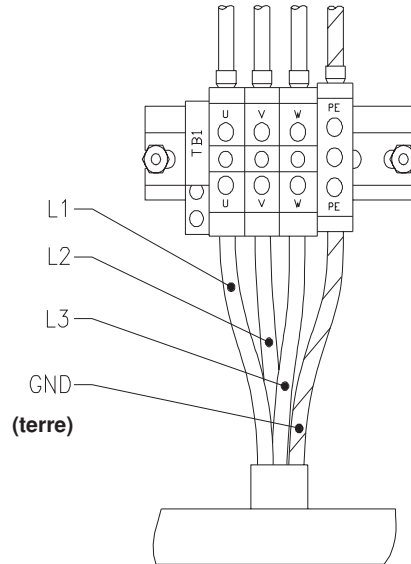

Figure a-3 Connexions du câble d'alimentation à TB1
4. Connecter les fils L1, L2 et L3 respectivement aux bornes U, V et W de TB1 (voir la fig. a-3).
5. Connecter le fil de terre à la borne PE en TB1 (voir la fig. a-3).